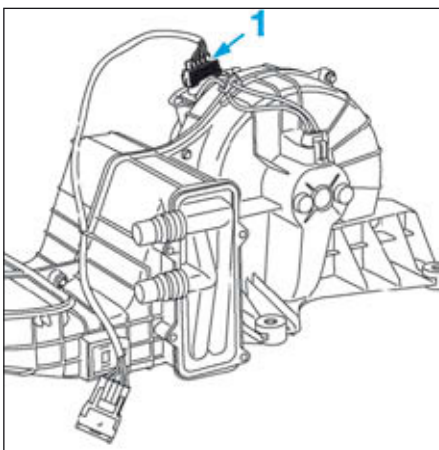

FIG.34
- Débrancher le connecteur (1) du boîtier de commande de groupe motoventilateur arrière (Fig.34).